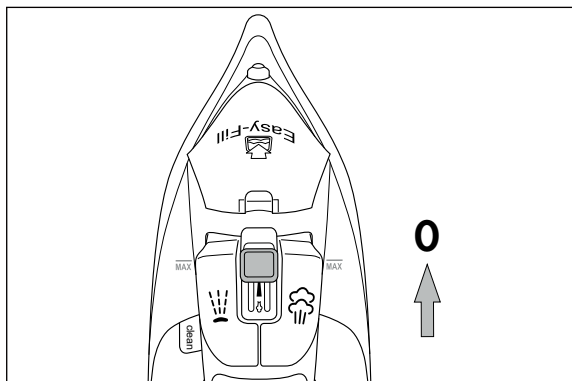

Abb. 2
- 1) Stellen Sie sicher, dass der Dampfregler **3** auf Position **0** steht (siehe Abb. 2).
- 1) Schieben Sie den Dampfgler **3** ganz nach oben in Position **0** (kein Dampf) (siehe Abb. 2).